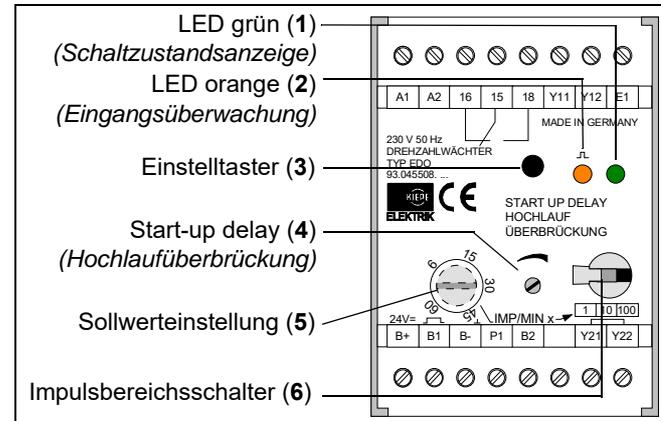

Abb. 3-2: Bedienelemente des Drehzahlwächters
Der Gebereingang (17) (Klemmen B+, B1, B2, B-) des Drehzahlwächters ist für alle Drehzahlgeber ausgelegt, die den NAMUR-Bestimmungen entsprechen (s. Abb. 3-2). Ebenso können Sie 3-Leiter-Impulsgeber minuschaltend (NPN) oder plusschaltend (PNP) anschließen. Mit Hilfe der Leuchtdiode LED orange (2) können Sie den Gebereingang (17) überwachen. An einen Impulsgeber können beliebig viele Drehzahlwächter angeschlossen werden (s. Abschnitt 5.3.2).
Sie können mit dem Potentiometer Start-up delay (4) die Dauer der Hochlaufüberbrückung zwischen 0 und etwa 40 Sekunden einstellen (s. Abb. 3-2). Während dieser Zeit bleibt das Ausgangsrelais (16) angezogen und die Anlage kann hochfahren.